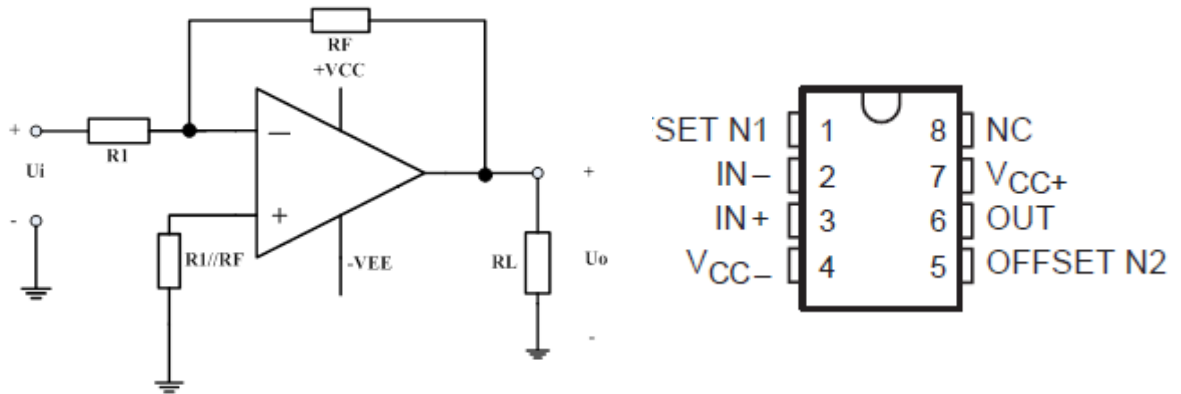

图 1.1 反相输入比例运算电路
- (1) **直流特性测量：**图 1.1 中电源电压 $\pm 15V$ ， $R_1=10k\Omega$ ， $R_F=100k\Omega$ ， $R_L=100k\Omega$ ， $R_P=10k/100k\Omega$ 。按图连接电路，输入直流信号  $U_i$  分别为  $-2V$ 、 $-0.5V$ 、 $0.5V$ 、 $2V$ ，用万用表测量对应不同  $U_i$  时的  $U_o$  值，列表计算  $A_u$  并和理论值相比较。其中  $U_i$  通过电阻分压电路产生。（教师课堂验收一组输入与输出波形即可）
图 1.1 中电源电压  $\pm 15\text{V}$ ,  $R_1=10\text{k}\Omega$ ,  $R_F=100\text{k}\Omega$ ,  $R_L=100\text{k}\Omega$ ,  $R_P=10\text{k}\Omega/100\text{k}\Omega$ 。用示波器的 X-Y 方式, 选择合理的交流输入信号电压, 选择合理的输入信号频率, 选择示波器输入耦合方式, 选择示波器 X-Y 显示方式 (选择 X、Y 方式之前进行原点校准), 测出反相输入比例运算电路的电压传输特性。并记录电压传输特性图。(教师课堂验收电压传输特性)